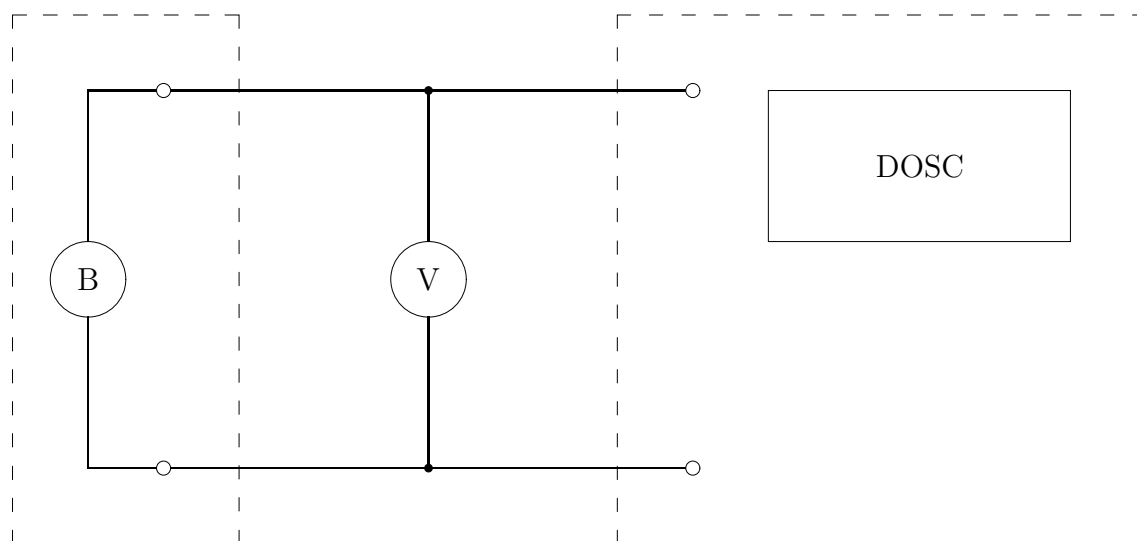

図 2.1: デジタル・オシロスコープによる振幅と周期の測定結線図
1. 図 2.1 のように結線する。
6. 周波数 f (Hz) と電圧計 V (V) の値を求める。